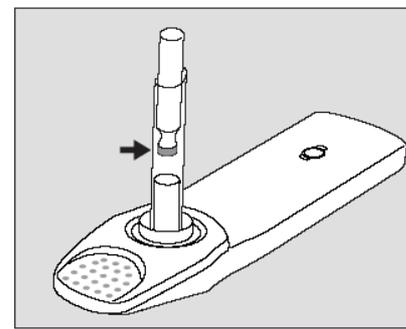

Рис.5
- Как только будет собран достаточный объем пробы (в течение нескольких минут), индикатор сборника пробы окрасится в синий цвет. Освидетельствуемый может вынуть устройство для отбора пробы слюны изо рта (Рисунок 5).